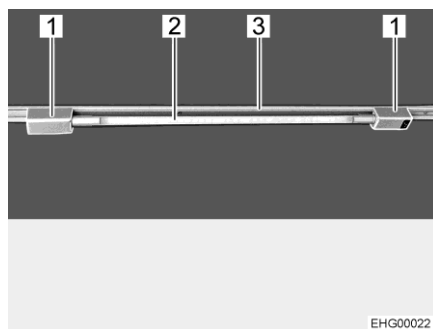

Bild 29 Röhrenleuchte
- Beide Halter (Bild 29,1) in die Schiene (Bild 29,3) einsetzen. Dazu die Halter um 90° drehen.
- Leuchtenkörper (Bild 29,2) in einen der Halter stecken.
- Leuchtenkörper (Bild 29,2) drehen, bis die gewünschte Leuchtwirkung erreicht ist.